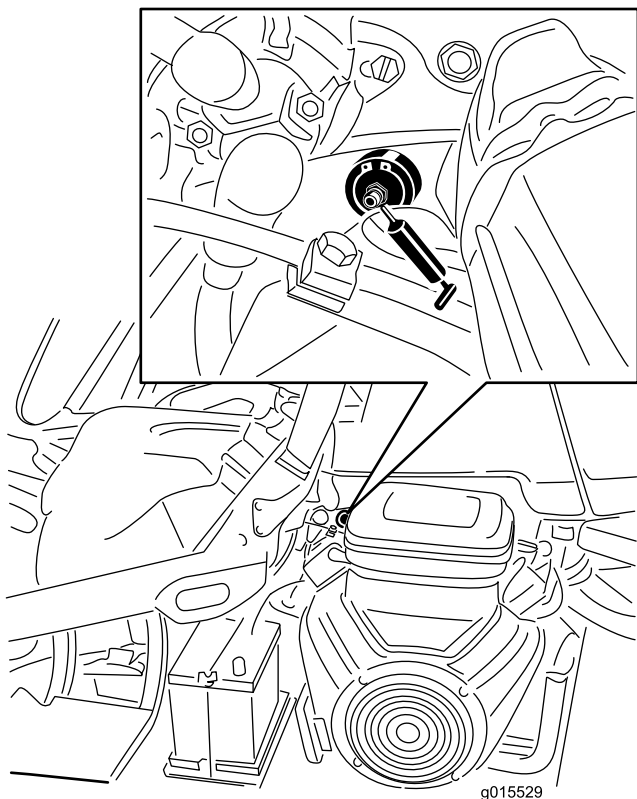

Figura 40
1. Limpe o bocal de lubrificação para impedir a infiltração de resíduos nas bielas e buchas (Figura 40).